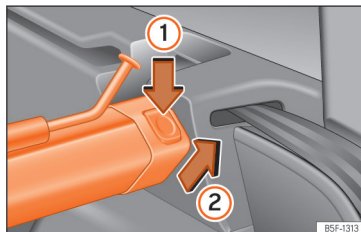

Abb. 139 Im Gepäckraum: Trennnetz abnehmen.
- Linke oder rechte Entriegelungstaste »» Abb. 139 in Pfeilrichtung ① drücken.
- Stützschele in Pfeilrichtung »» Abb. 139 ② abnehmen.
- Schale der Träger links und rechts entgegen der Pfeilrichtung drücken »» Abb. 139 ②, bis diese einrastet.